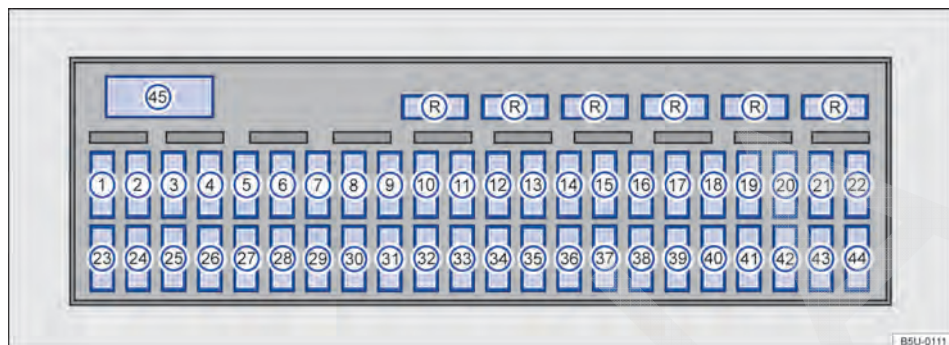

Fig. 197 Caixa de fusíveis.
A Volkswagen recomenda manter sempre no veículo alguns fusíveis de reserva, que podem ser alojados na parte superior da caixa de fusíveis → Fig. 197 (R) (como, por exemplo, fusíveis de 5 A, 10 A, 15 A, 20 A, 25 A e 30 A para veículos sem ar-condicionado ou 40 A para veículos com ar-condicionado).